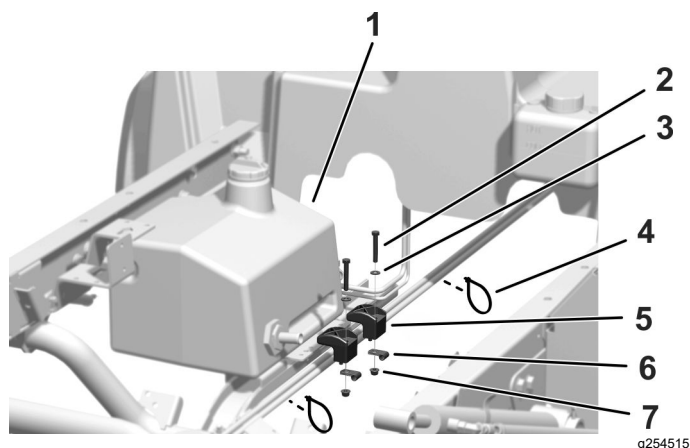

Рисунок 9
2. Прикрепите низ гидравлического бака к раскосу рамы 2 зажимами бака, 2 малыми Р-образными зажимами, 2 винтами (5/16 x 2 дюйма), 2 плоскими шайбами (11/32 дюйма) и 2 фланцевыми гайками (5/16 дюйма), как показано на Рисунок 9.
3. Прикрепите кабели с помощью 2 кабельных стяжек (Рисунок 9).